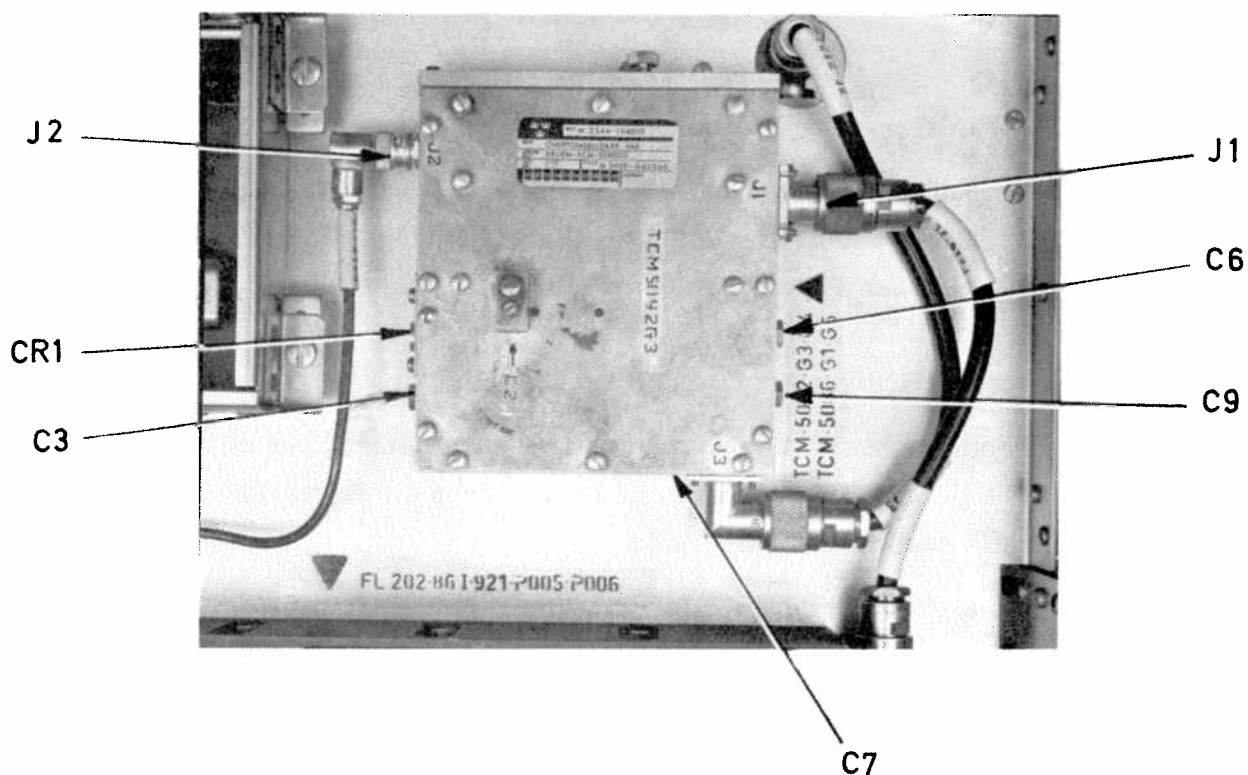

Bild 20
- Erhålls inte en kontinuerlig kurva enligt bild 10, trimma i övertonsbildaren med kondensatorerna C3, C6, C9, C2, C7 (se bild 20) och med kondensatorn C16 i övertonsbildaren 8AS (eventuellt kan även övriga trimkondensatorer i 8AS försiktigt justeras) för bästa kurvform och största amplitud.